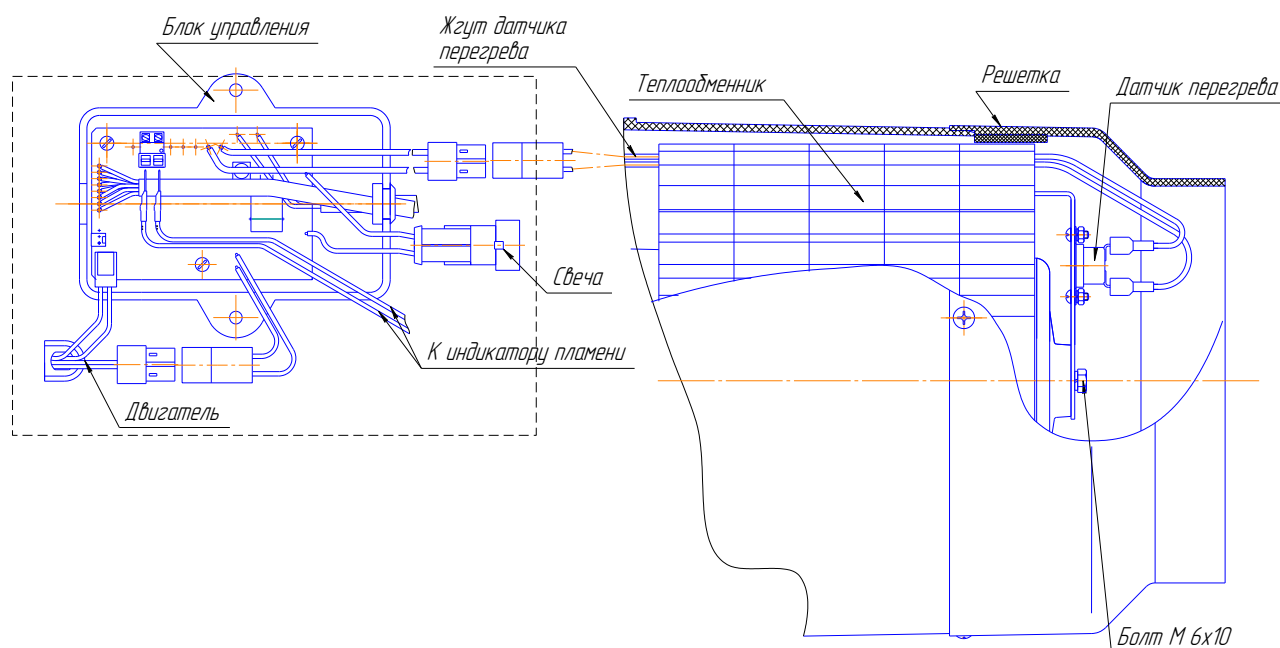

Рис. 6 – Схема соединения датчика перегрева с блоком управления
Датчик перегрева (рис.6) служит для контроля температуры нагрева теплообменника. При достижении теплообменником температуры свыше 250°C происходит автоматическое выключение отопителя. Поводом для замены может служить отключение отопителя при температуре теплообменника ниже 250°C или по причинам, указанными в таблице 2.
3. Проверьте блок управления. Замкните между собой контакты проводов, идущие от БУ к датчику перегрева (рис.6а), запустите отопитель.
- отсоединить контакты проводов от датчика перегрева и отвернуть винты крепления датчика. Снять датчик перегрева рис. 6;
Рис.6а – Замкнутые провода